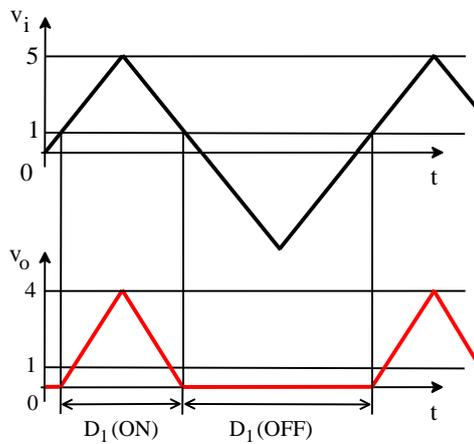

Figura 1.140 – Formas de onda do ceifador do Exemplo 25.
- As tensões v_i e v_o estão sincronizadas? Sim, estão em sincronismo, conforme mostra a Figura 1.140.